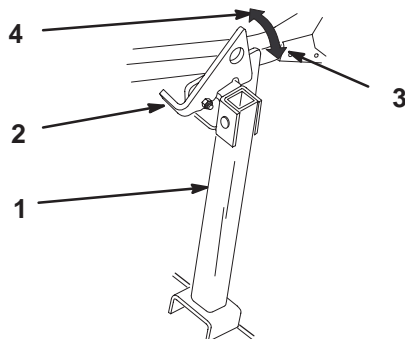

Figure 17
1. Relevez le verrou à la position déverrouillée (Fig. 17).